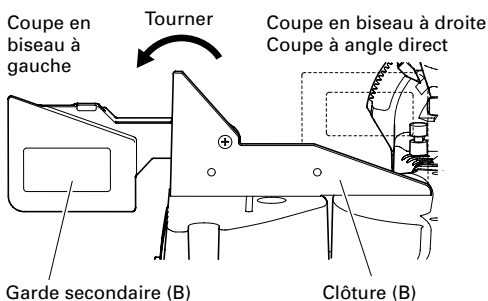

Fig. 11
Cet outil électrique est équipé d'une garde secondaire (B). Dans le cas d'une coupe à angle direct et d'une coupe en biseau à droite, utiliser la garde secondaire (B). On pourra ensuite exécuter une coupe stable du matériau avec une large face arrière. Dans le cas d'une coupe en biseau à gauche, soulever la garde secondaire (B) comme le montre la Fig. 11, puis la tourner dans le sens contraire des aiguilles d'une montre.